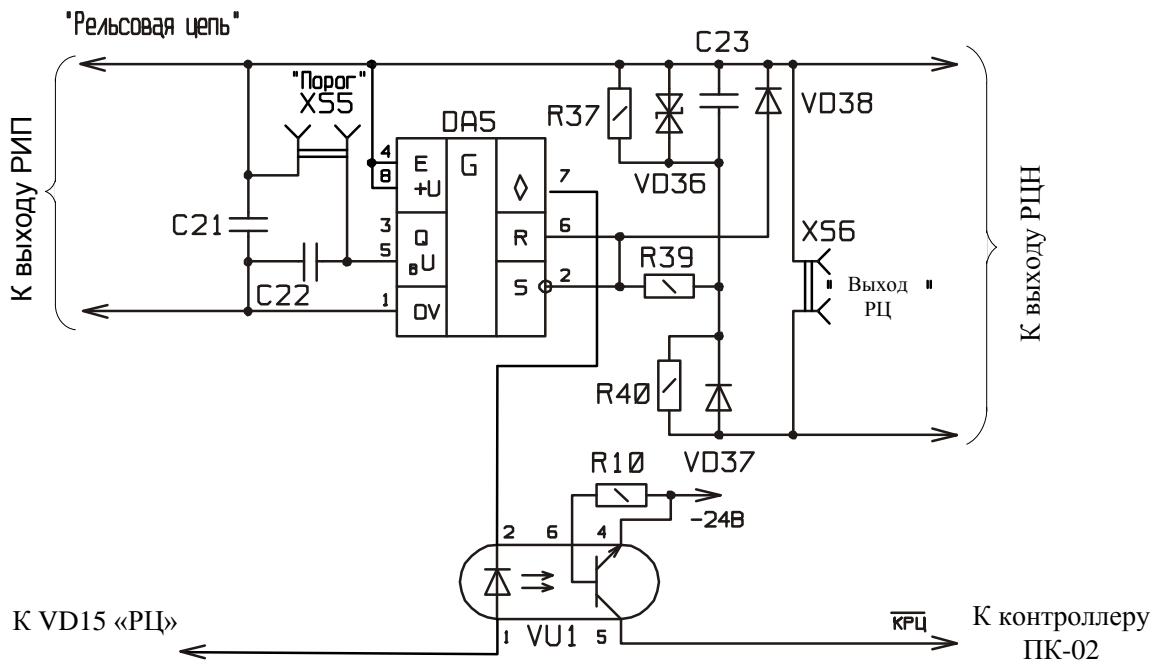

Рисунок 2.2 Схема порогового устройства и контроля РЦ наложения.
7. Опишите работу схемы (рисунок 2.2) при вступлении поезда на участок контроля;